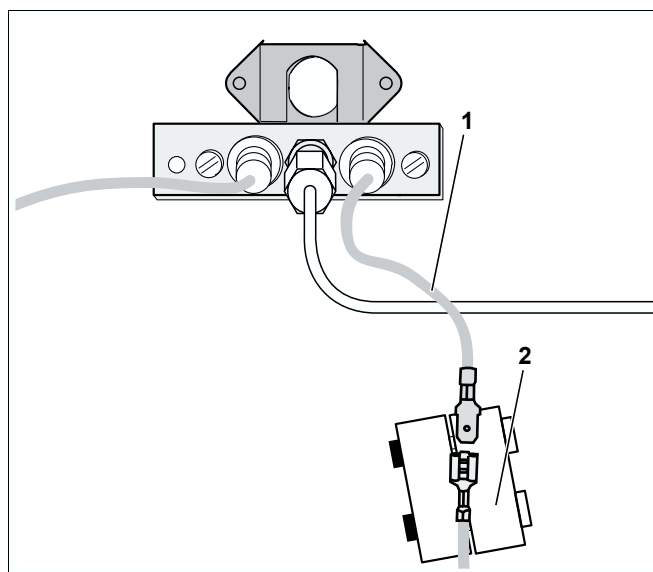

Рис. 11 Удаление контактного предохранителя
- Удалить контактный предохранитель (рис. 11, поз. 2) на контрольном кабеле (рис. 11, поз. 1) и вынуть штекер.